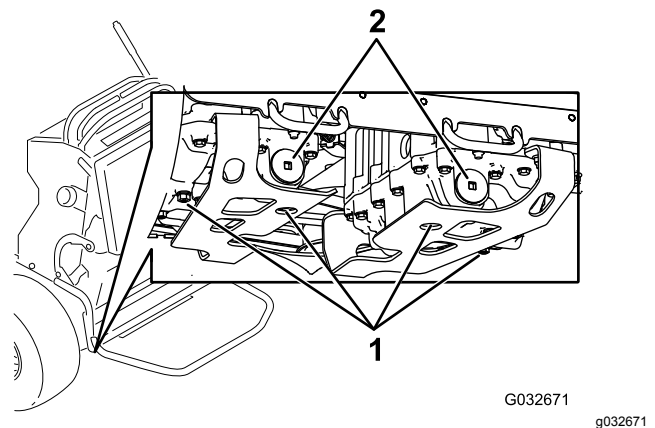

Figure 71
- Localisez le bouchon de vidange sous la base de chaque transmission et placez un bac de vidange sous les bouchons (Figure 71).